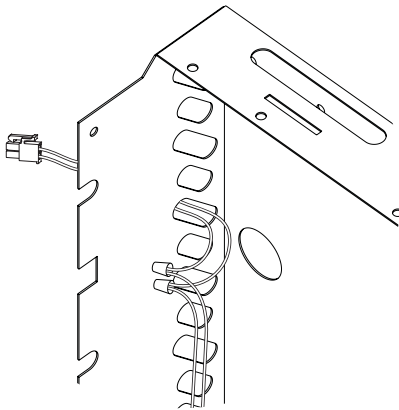

Figure 3
6. Connecter deux fils de thermostat aux fils de sortie du faisceau du connecteur fourni avec cette trousse en utilisant deux capuchons de connexion, noter la couleur de fil. Acheminer l'extrémité de la fiche à travers la fente supérieure dans le côté du capot arrière. **Voir Figure 3.**